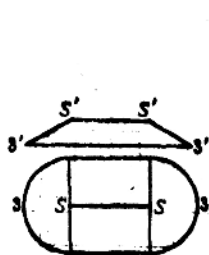

图 27
20. 见图27所示长圆形罩(罩两侧是两个半圆锥体侧表面，中间是平面)，作出展开图，并写出步骤。